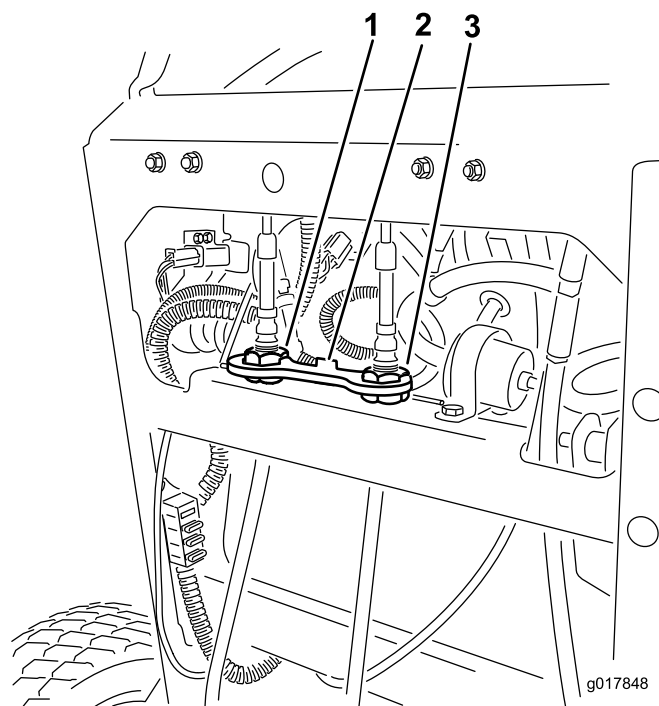

Figure 56
4. Tournez le dispositif de réglage du câble droit pour placer le levier de commande de déplacement droit au centre de la fente de verrouillage au point mort du panneau de commande (Figure 56).